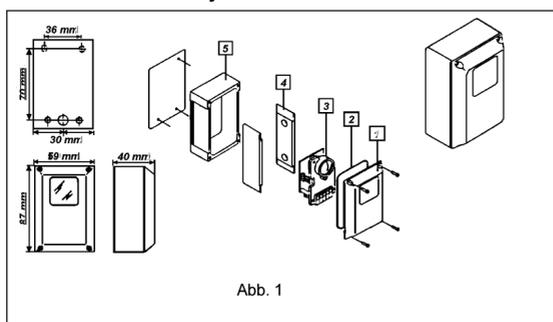

Abb. 1
Comience por retirar los conjuntos ópticos/electrónicos de las carcasas de los montajes de superficie (ver Fig. 1). Para ello, desatornille los 4 tornillos de fijación del panel frontal (pos. 1) y retire el panel frontal.